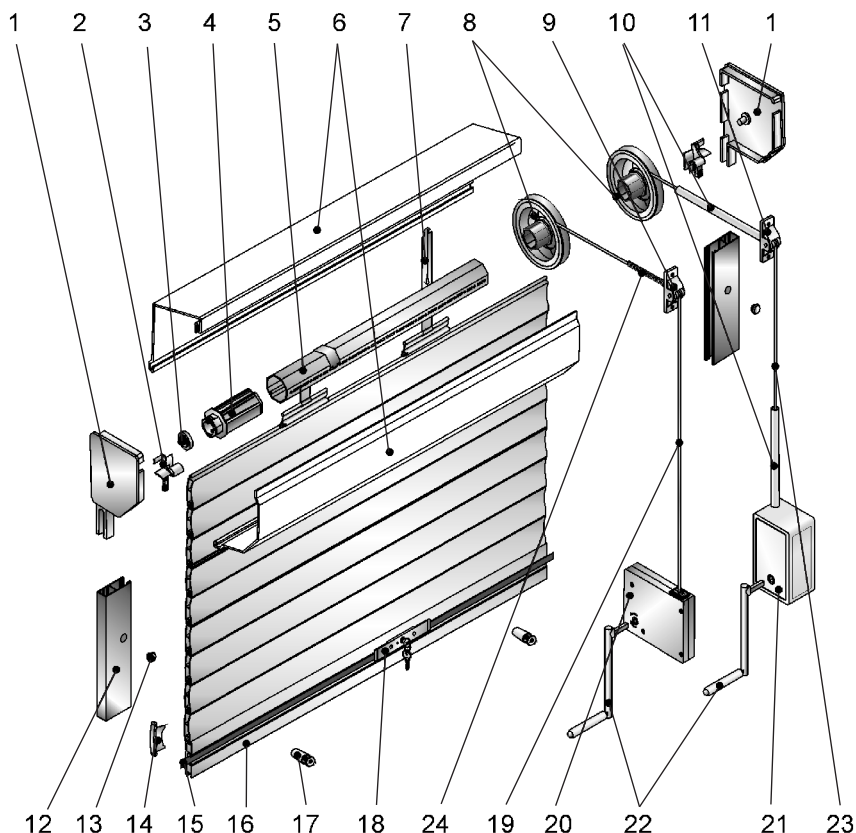

Рис.4 Комплектация роллет со шнуровым или кордовым приводами
1.3.7 Устройство и порядок работы роллеты, оснащенной шнуровым или кордовым приводами (см. рис.4):